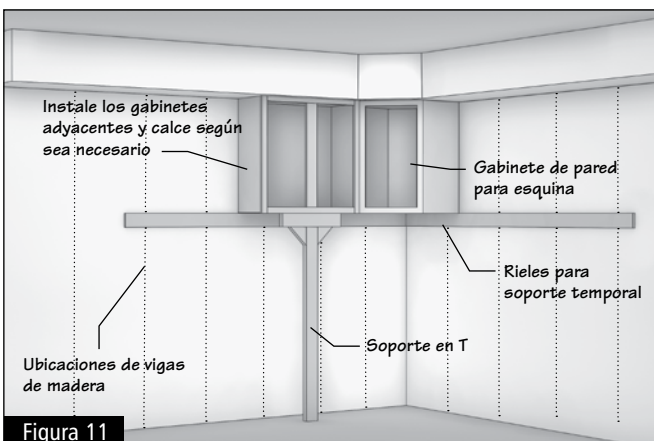

Figura 11
- 3.5** Levante el gabinete adyacente en el riel y en el soporte. Con los orificios guía que creó durante el preensamblado en el piso, instale los dos gabinetes en los marcos delanteros y asegúrese de que estén al ras cuando estén atornillados. (Figura 11)